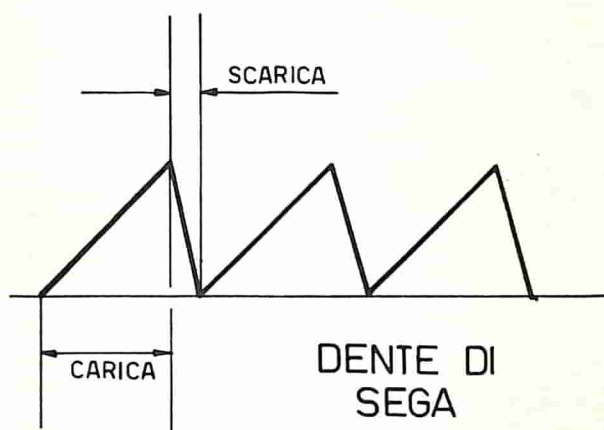

Fig. 3 - La carica del condensatore C1 avviene secondo un andamento esponenziale, che è quello caratteristico del segnale a denti di sega.
Fig. 3 - Quando la fotoresistenza FR si trova al buio, la tensione misurabile fra il gate (G) e il catodo (K) aumenta. Il valore di 0,7 V è soltanto indicativo. In queste condizioni circuitali e ambientali il diodo SCR diviene conduttore.
Mano a mano che la luce diminuisce, la fotoresistenza aumenta progressivamente il proprio valore resistivo, mentre la tensione, misurata fra il gate e il catodo, sale fino a raggiungere, per un ben determinato valore dell'intensità di luce, il valore di soglia che, a titolo indicativo, sullo schema di fig. 3 è stato fissato nel valore di 0,7 V. In tali condizioni si verifica l'innescio del diodo controllato SCR, il quale diviene conduttore.